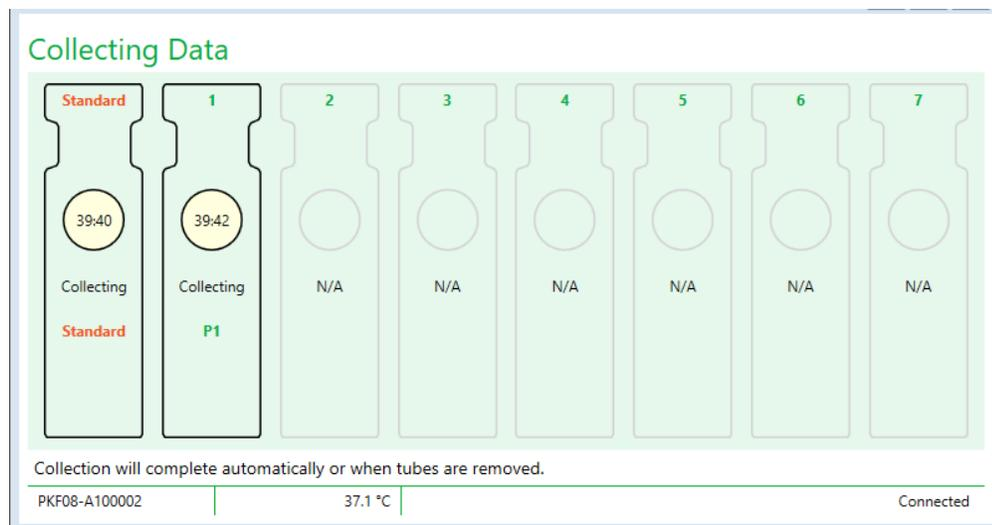

Figure 13. Écran de collecte des données de BG Analytics® contenant STAT STD dans le puits standard et un (1) tube de patient dans le puits numéro 1
4. Procédez de la même manière avec tous les tubes STAT RGT contenant les prélèvements de patients (comme indiqué dans la Figure 13).